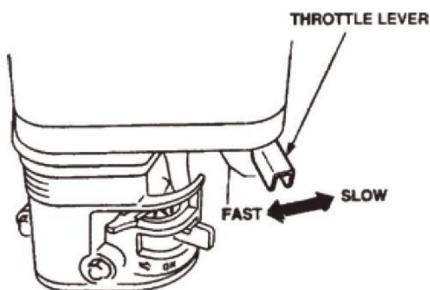

FIG.11
9.9 Om met het troffelen te beginnen, zet u de gashendel (FIG. 11) in de richting van de stand "SNEL".
10.1 Zet de gashendel in de stand STATIONAIR of LANGZAAM (FIG. 11) en Laat de motor drie minuten op laag toerental draaien.